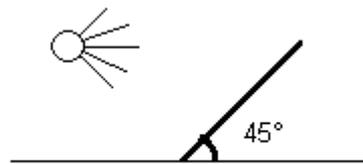

Abbildung 3
- Winkel: Der optimale Neigungswinkel (siehe **Abbildung 3**) hängt vom Breitengrad des Standorts ab. Falls der Datenlogger über das ganze Jahr verwendet werden soll, empfehlen wir einen Neigungswinkel für optimale Leistung im Winter: